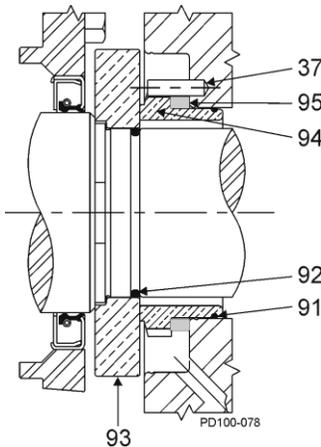

Figure 68 - Garniture mécanique simple
1. Lubrifiez le joint torique de l'arbre (figure 68, élément 92) à l'aide d'un composé lubrifiant compatible avec le matériau du joint torique et le(s) fluide(s) de traitement. Placez le joint torique sur l'arbre.